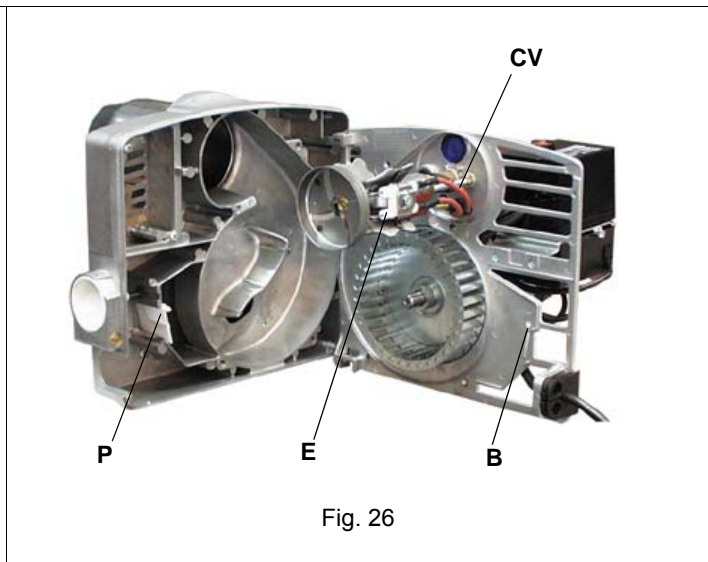
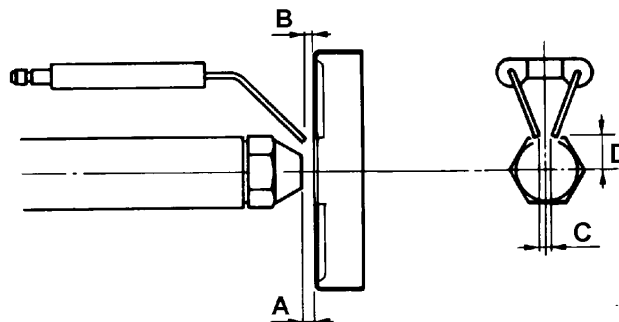

Fig. 26
Fig. 29
- Examen electrodos de encendido y su correspondiente aislamiento cerámico, limpieza inspección y si es necesario sustitución (ver Fig. 29).
Antes de desmontar la boquilla y los electrodos, desconectar los cables CV (Fig. 26), observar las cotas indicadas en la Fig. 29 y anotarlas en la tabla Tab. 6.
**⚠** Antes de proceder al desmontaje de la boquilla, relevar la cuota A real (ver Fig. 29) y anotarla en el recuadro de abajo.